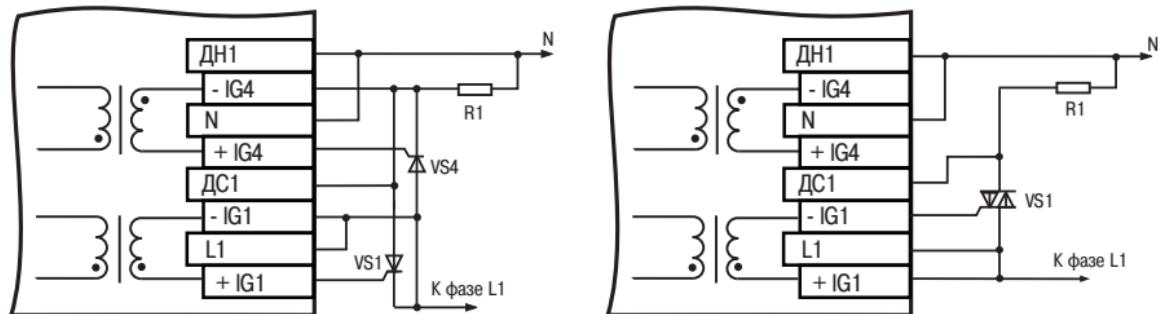

Рисунок 3.6
3.2.1.4 **Формирователь импульсов** имеет два изолированных выхода, что позволяет подключать к каждому каналу блока либо симистор, либо два тиристора (рисунок 3.6). Каждый выход при работе выдает от 1 до 4 пачек однополярных импульсов тока для открытия тиристора амплитудой 0,5А или 1,5А, в зависимости от Положения разряда **6 DIP**-переключателя.